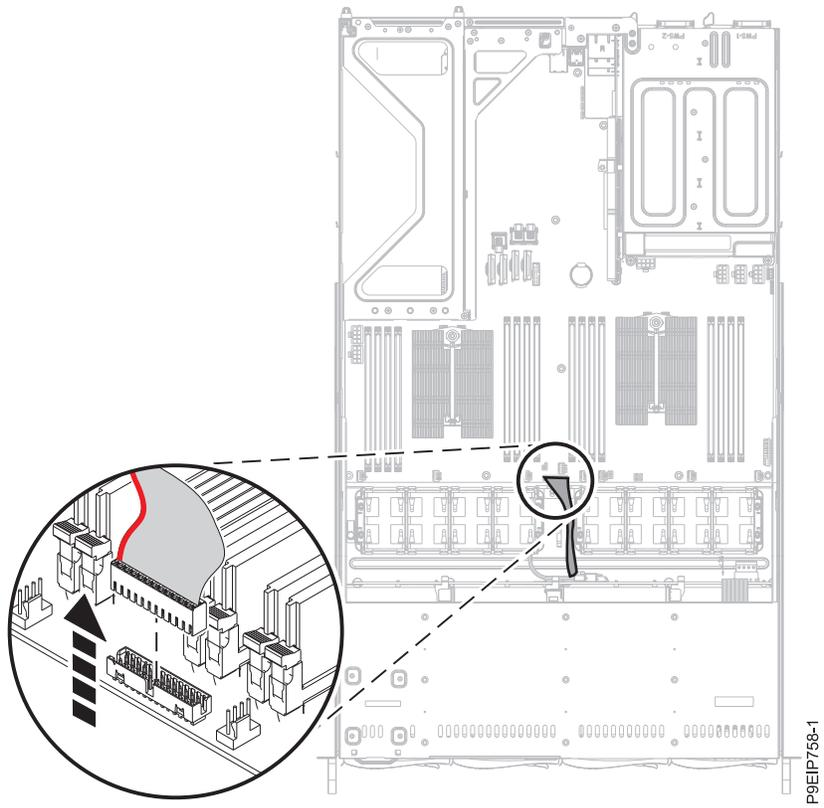

図 36. オペレーター・パネル・ケーブルの取り外し
8. システム・バックプレーンからオペレーター・パネル・ケーブルを取り外します (39 ページの図 36 を参照)。